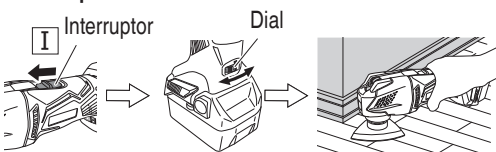

Fig. 13
1. Encienda la unidad y utilice el dial para ajustar la velocidad de la herramienta de aplicación. (Fig. 13)
2. Coloque con suavidad la herramienta de aplicación sobre el material y mueva la herramienta de aplicación hacia atrás y hacia delante a un ritmo en el que el movimiento no sea ralentizado. (Fig. 13)